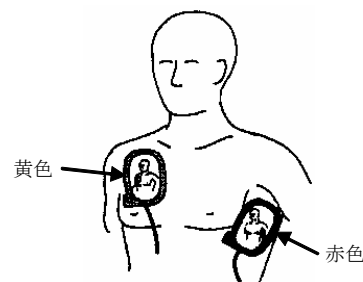

図5. 電極の貼付位置
- (1) 電源スイッチを押す。カバーが開き、電源が入る。本体の音声指示に従って操作する。
- (2) ポーチ(クイックバック電極が入っている袋)の左側を片手で押さえ、もう一方の手で赤色のリリースハンドルを引きポーチを点線に沿って開封する。
- (3) 本体に接続された除細動電極の電極パッドをリリースライナーからはがす。図5のとおり電極パッドを患者に取り付ける。
- (4) 電極パッドを患者に取り付けると、解析が開始される。解析の結果除細動対象の場合には自動的に充電が開始される。
- (5) 音声指示に従い通電ボタンを押すと、除細動出力が通電される。指示があるまで患者に触れないこと。
- (6) 通電指示にもかかわらず通電ボタンを押さないと、15秒以内に内部放電され、再度(4)、(5)に従って、解析→充電→通電指示が行われる。